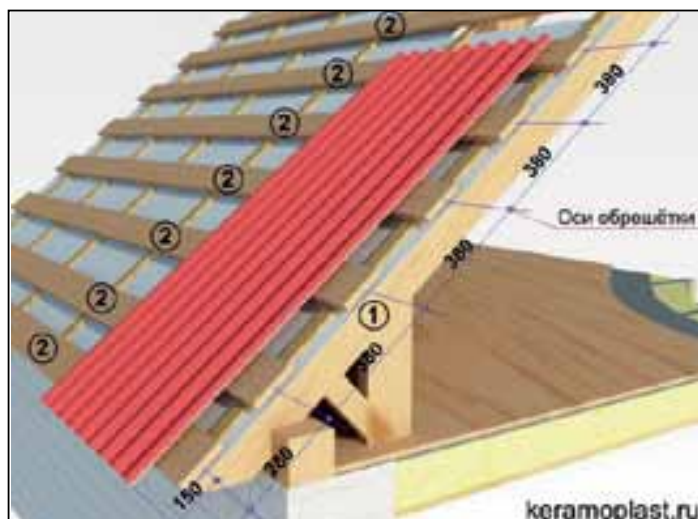

Рисунок 1
Монтаж **ЛИСТОВ КЕРАМОПЛАСТ** производится по обрешетке (2) выполненной из деревянной доски сечением 150x25 мм, предварительно смонтированной по стропильным балкам (1) сечением 150x50 мм с шагом 600 мм. Шаг обрешетки выдерживается постоянным – 380 мм независимо от угла наклона крыши (рис. 1).